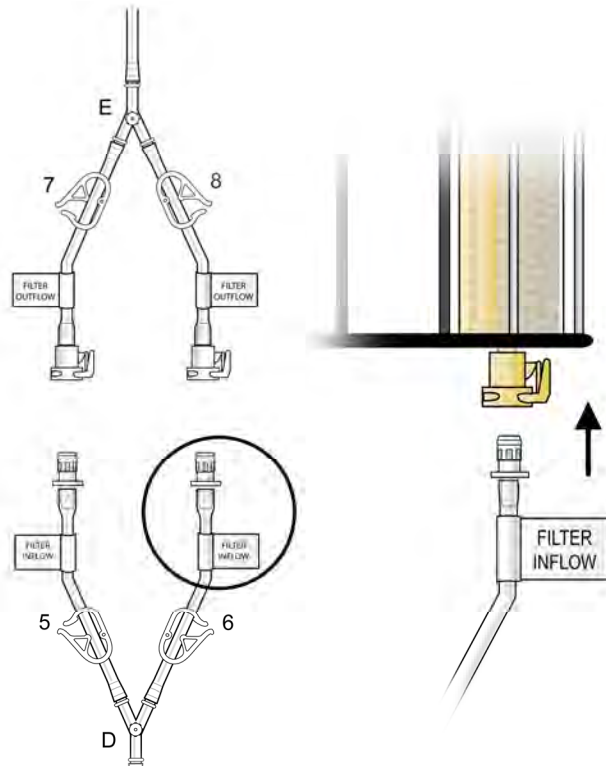

Figura 6
- (e) Conecte las líneas de entrada (etiquetadas e identificadas como en la figura 6) a los conectores de entrada del cartucho situados en la parte inferior del filtro doble. Para completar el montaje, presione juntos los acoplamientos del conector rápido, como se muestra en la figura 6 (macho a hembra) hasta que se escuche un «clac» audible para verificar la conexión (presione y haga clic).